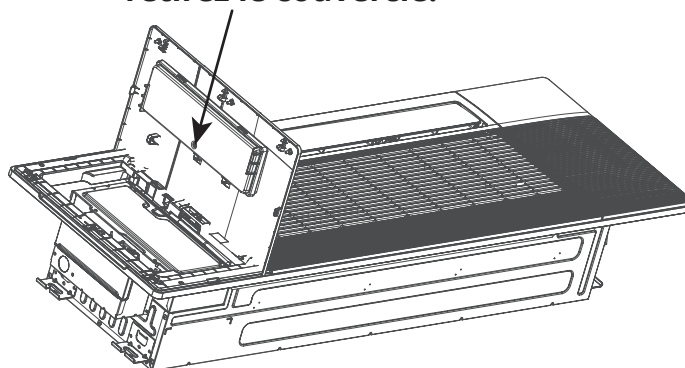

Figure 7.8
2. Ouvrez le panneau latéral de la cassette qui contient le panneau d'affichage. Au dos du panneau se trouve un couvercle qui est maintenu en place par une vis. Desserrez la vis et retirez le panneau (**voir la figure 7.8** ci-dessous).